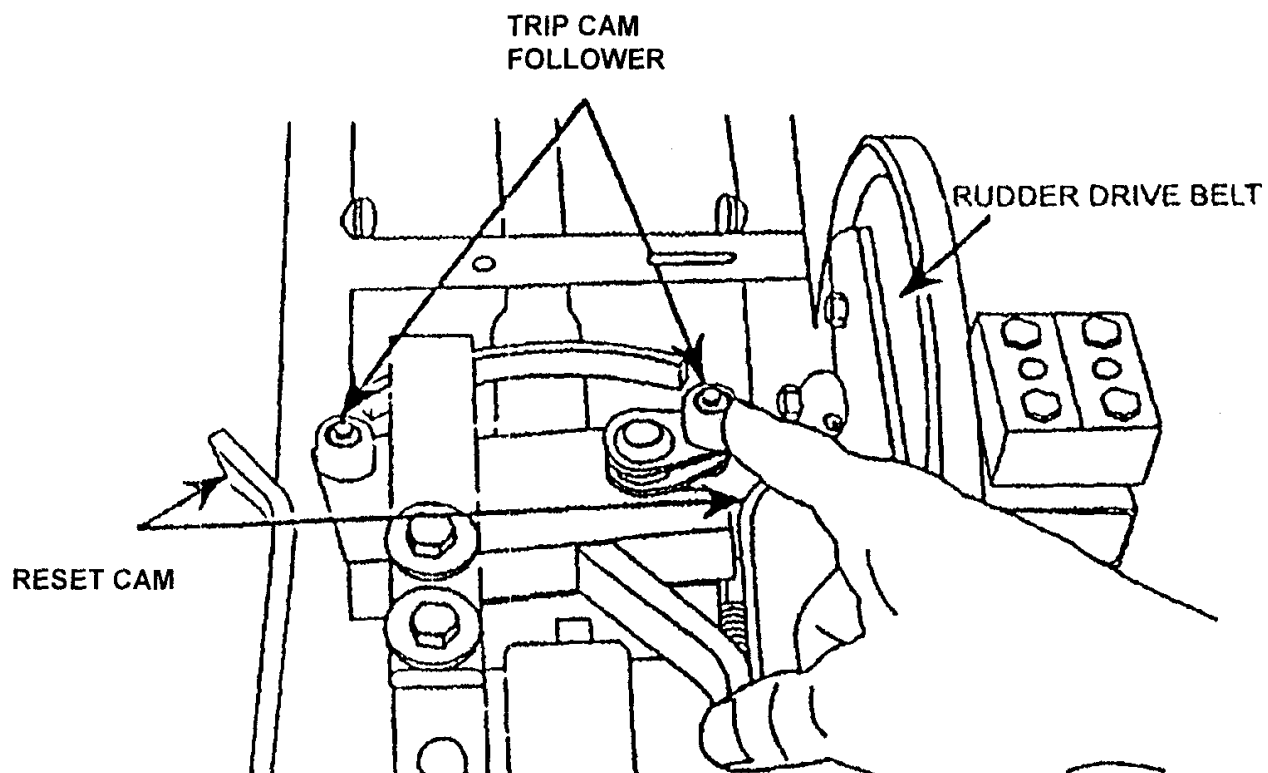

Рисунок 35
- Оттолкните рукой валик вперед (рис.35) для того, чтобы удостовериться, что кулачок обратного хода вернулся в свое исходное положение (вперед), если это так, то наладка кулачка-упора произведена правильно. Таким же способом проверьте работу другого валика.